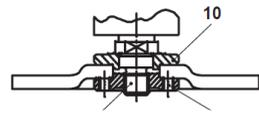

Fig. 15
- Rodas espessas (> 4 mm) com centro curvo: coloque a flange de bloqueio (9) com o lado saliente virado para a roda (Fig. 15).